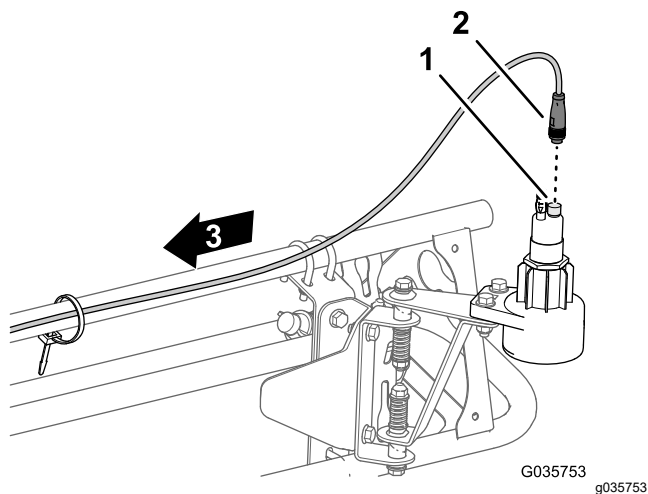

Figura 22
1. Conectați conectorul rotund cu 4 orificii al cablului senzorului pentru conectorul cu 4 pini al senzorului (Figura 22).